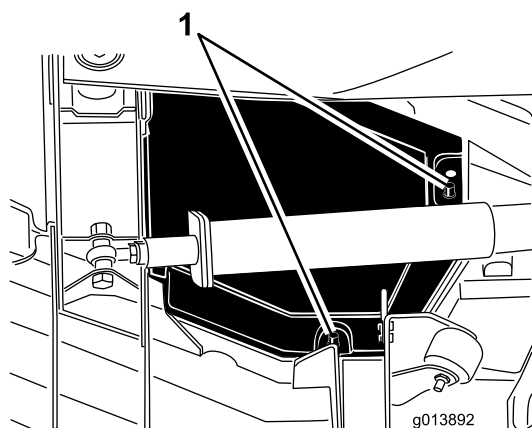

Рисунок 45
4. Снимите задний и внутренний края крышки с монтажных штырей (Рисунок 45).